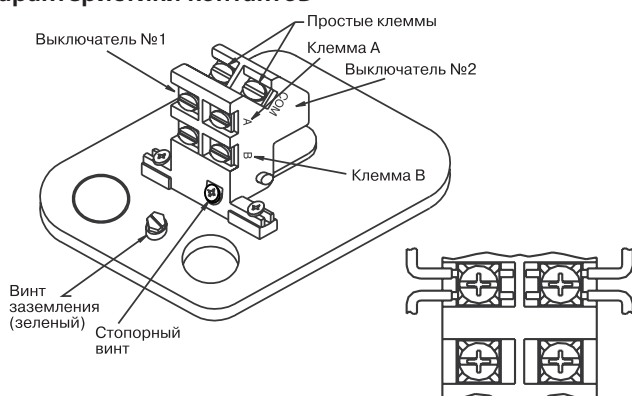

Рис. 1.
- Подсоединить провода к клеммам согласно Рис. 1.